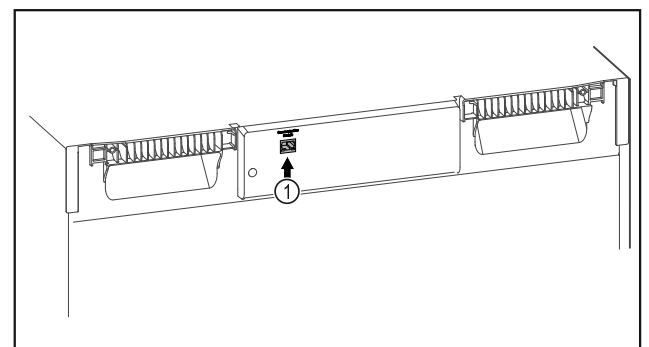

Fig. 112
- ❑ SmartModule Fig. 112 (1) установлен.